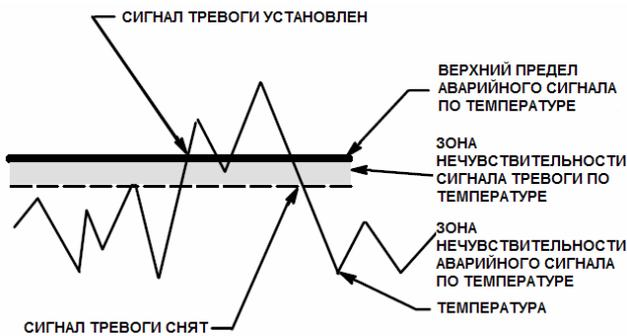

Рисунок 4-9. Зона нечувствительности сигнала тревоги по температуре (пример с сигналом тревоги по температуре высокого уровня)
- *Temp Alrm Deadband* — Зона нечувствительности сигнала тревоги температуры – это величина в температурных единицах измерения, на которую должна измениться температура, чтобы сбросить сигнал тревоги температуры после того, как он появился. Зона нечувствительности применима ко всем сигналам тревоги температуры. См. рисунок 4-9. В программном обеспечении версии 8 зона нечувствительности сигнала тревоги температуры отображается на индикаторе неправильно, когда в качестве единицы измерения выбраны градусы Фаренгейта (DegF). (Высвечиваемое значение будет на 32° больше, чем действительная зона нечувствительности.)
- *Proc Temp Hi Alm* — Включено или выключено. Разрешение сигнала тревоги температуры процесса высокого уровня включает проверку значения температуры переменной процесса относительно порогового значения сигнала тревоги температуры процесса высокого уровня. Если значение температуры переменной процесса поднялось выше порогового значения сигнала тревоги температуры процесса высокого уровня, генерируется сигнал тревоги температуры процесса высокого уровня. После появления сигнала тревоги, для его сброса, значение температуры переменной процесса должно упасть ниже порогового значения сигнала тревоги температуры процесса высокого уровня на величину зону нечувствительности сигнала тревоги температуры. См. рисунок 4-9.
- *Proc Temp Lo Alm* — Включено или выключено. Разрешение сигнала тревоги температуры процесса низкого уровня включает проверку значения температуры переменной процесса относительно порогового значения сигнала тревоги температуры процесса низкого уровня. Если значение температуры переменной процесса упало ниже порогового значения сигнала тревоги температуры процесса низкого уровня, генерируется сигнал тревоги температуры процесса низкого уровня. После появления сигнала тревоги, для его сброса, значение температуры переменной процесса должно подняться выше порогового значения сигнала тревоги температуры процесса низкого уровня на величину зону нечувствительности сигнала тревоги температуры. См. рисунок 4-9.
- *Elect Temp Hi Alm* — Включено или выключено. Разрешение сигнала тревоги температуры электронного блока высокого уровня включает проверку значения температуры электронного блока контроллера относительно порогового значения сигнала тревоги температуры электронного блока высокого уровня. Если значение температуры электронного блока контроллера поднялось выше порогового значения сигнала тревоги температуры электронного блока высокого уровня, генерируется сигнал тревоги температуры электронного блока высокого уровня. После появления сигнала тревоги, для его сброса, значение температуры электронного блока должно упасть ниже порогового значения сигнала тревоги температуры электронного блока высокого уровня на величину зону нечувствительности сигнала тревоги температуры. См. рисунок 4-9.
ра упало ниже порогового значения сигнала тревоги температуры электронного блока низкого уровня, генерируется сигнал тревоги температуры электронного блока низкого уровня. После появления сигнала тревоги, для его сброса, значение температуры электронного блока должно увеличиться выше порогового значения сигнала тревоги температуры электронного блока низкого уровня на величину зону нечувствительности сигнала тревоги температуры. См. рисунок 4-9.